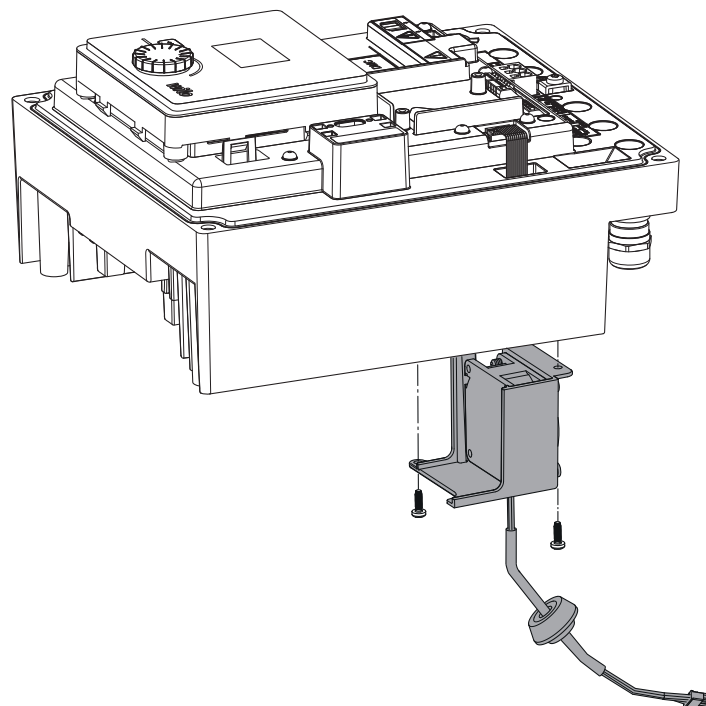

Fig. 45: Retirar el ventilador del módulo, incl. el cable y la junta de goma
- Abra la tapa del módulo electrónico. (Fig. 45).